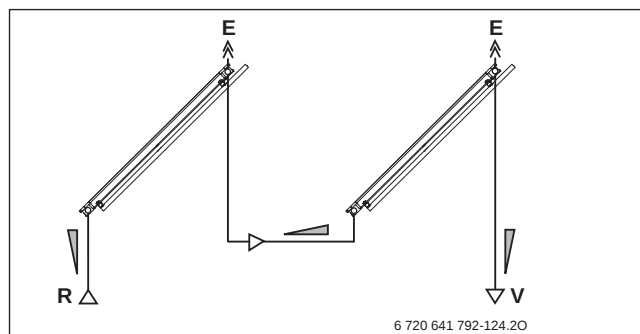

Bild 140 Hydraulikschema mit Entlüfter pro Kollektorreihe am Beispiel Flachdachmontage (Reihenschaltung)
- Für jede Reihe einen Entlüfter einplanen (→ Bild 140).